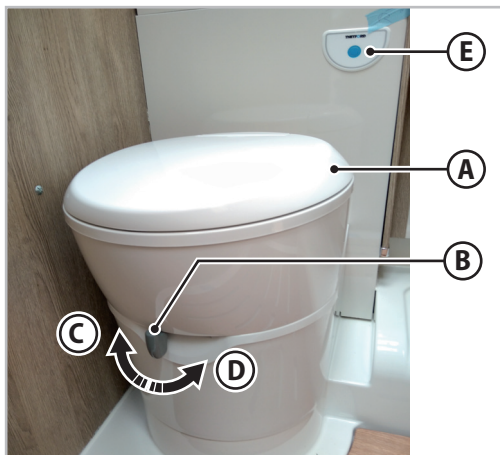

Fig. 6.44 - Descarga da sanita
A parte superior da sanita (A - Fig.6.44) pode rodar para a direita ou para a esquerda para uma utilização ideal dos espaços.
1. Mover a alavanca (B - Fig.6.44) para a posição (C - Fig.6.44) de abertura da porta de descarga.
2. Manter premido o botão (E - Fig.6.44) de descarga durante o tempo necessário.
3. Fechar a porta de descarga deslocando a alavanca para a posição (D - Fig.6.44).
1. Verificar se a portinhola de descarga da sanita está fechada: a alavanca (B - Fig.6.44) deve estar na posição (D - Fig.6.44).